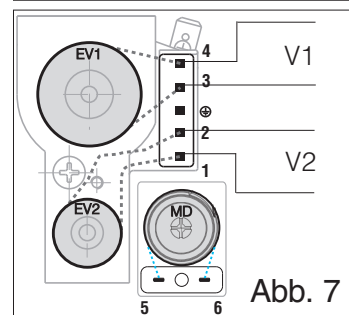

Abb. 7
- Stromplan in Abb. 7. Das Sperr-Magnetventil EV1 wird durch Anschluss der Kontakte 3 und 4 versorgt. Das Sperr-Magnetventil EV2 wird durch Anschluss der Kontakte 1 und 2 versorgt.